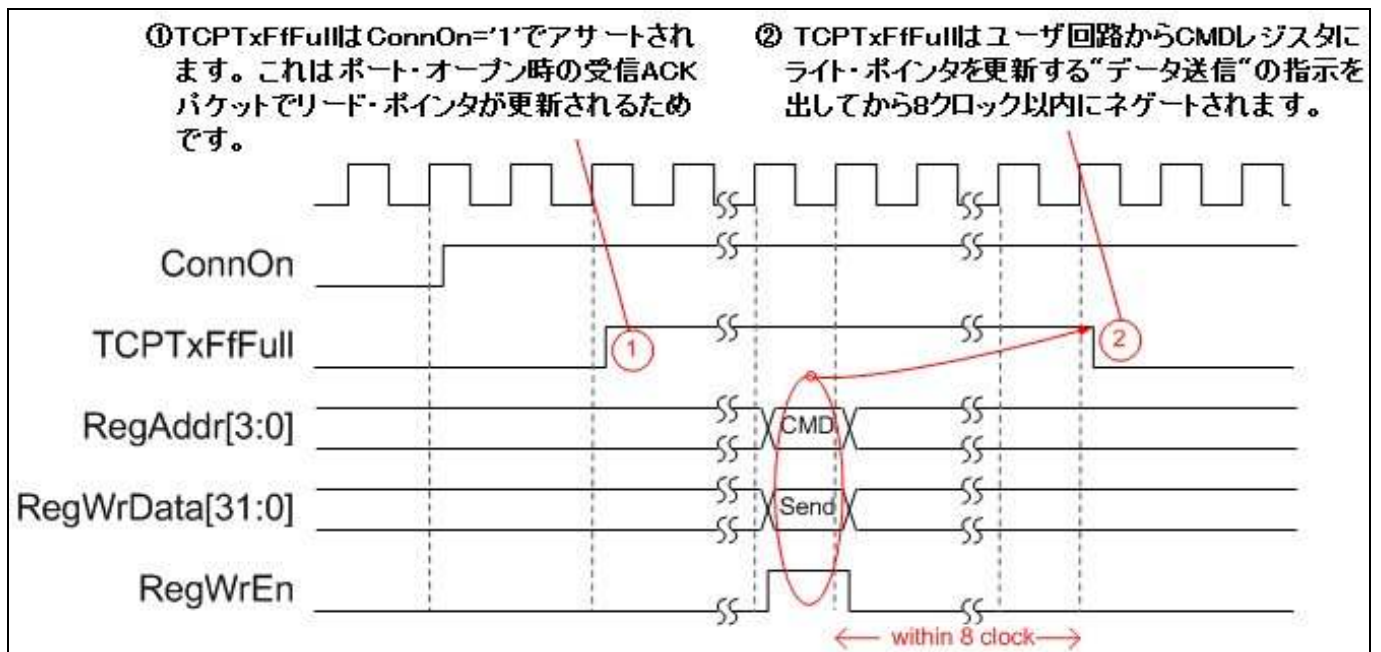

図 6: TCPTxFfFull はポートのオープンでアサートされるが送信指示でネゲートされる
- 2) ConnOn が '1' となってコネクションが確立されたが CMD レジスタがデータ送信にセットされていない状態で TCPTxFfFull はアサート状態となります。送信データ・バッファのリード・ポインタは受信した ACK パケットのアクノリッジ番号に関係しているためです。ConnOn='1' でポートがオープンされるとアクノリッジ番号とリード・ポインタも更新され TCPTxFfFull がアサートされます。送信データ・バッファのライト・ポインタはユーザ回路から CMD レジスタにデータ送信を指示されると更新されるため、TCPTxFfFull は図 6 に示すタイミングでネゲートします。